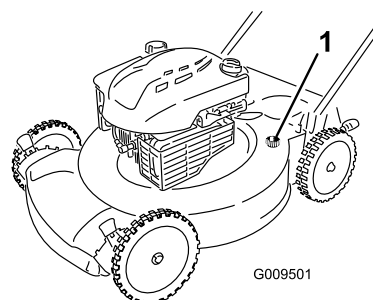

Figura 23
4. Introduzca una manguera de jardín conectada a un grifo en el orificio de lavado de la carcasa del cortacésped (Figura 23).